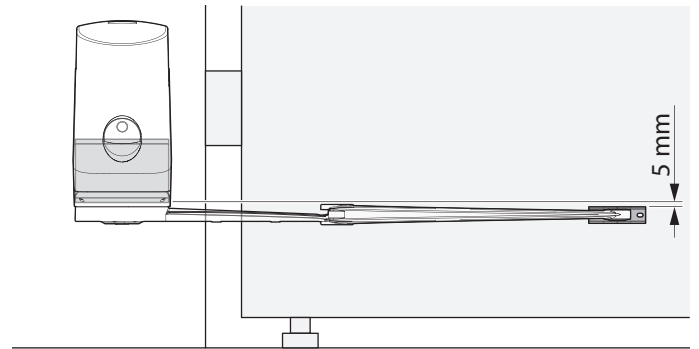

Fig. 4
⚠ ¡ATENCIÓN! - Antes de fijar el soporte trasero, comprobar que la zona de fijación delantera se encuentre en un área sólida de la hoja, puesto que este soporte se deberá fijar a una altura diferente del soporte trasero (Fig. 4).
02. Determinar la altura en la que debe colocarse el soporte delantero, de acuerdo con la **fig. 4**;